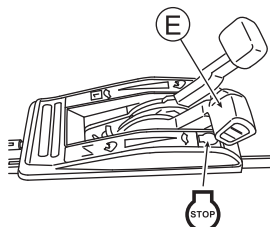

Abb. 21
6. Um die Mäharbeit zwischendurch zu unterbrechen oder zu beenden, stellen Sie den Kupplungshebel (B) und Klingenshebel (C) zurück und anschließend den Gashebel (E) auf "STOP", um den Motor abzustellen. (Siehe Abb. 21)